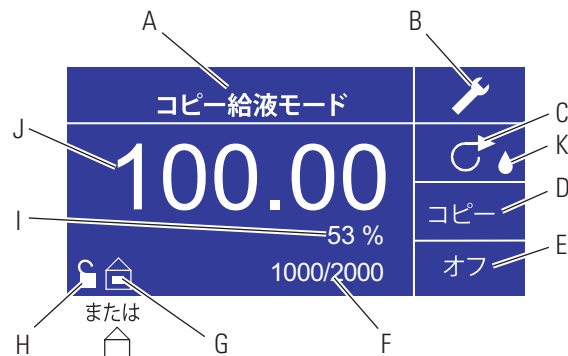

図 3-6. コピー給液モードスクリーン
7. **バッチサイズ設定**：方向パッドと ENTER キーを使って、操作スクリーンからバッチ数アイコンを選んでください (図3-6、位置F参照)。バッチ数スクリーンで、UP/DOWN矢印を使ってバッチサイズを選びます。ENTERを押してバッチサイズを確定します。ゼロ (0) に設定されている場合、駆動部は無限のサイクルで稼働し、∞記号が表示されます。EXITを選んで、コピー給液モードスクリーンに戻ります。
9. **バッチ数リセット**： 方向パッドとENTERキーを使って、BATCH COUNTアイコンを選びます (図3-6、位置F参照)。BATCH COUNTスクリーンでRESETを選び、ENTER キーを押すとバッチ数がリセットされます。EXITを選んで、コピーモード操作スクリーンに戻ります。
7. バッチサイズ設定：方向パッドとENTERキーを使って、操作スクリーンからバッチ数アイコンを選んでください (図3-6、位置F参照)。バッチ数スクリーンで、UP/DOWN矢印を使ってバッチサイズを選びます。ENTERを押してバッチサイズを確定します。ゼロ (0) に設定されていると、駆動部は無限のサイクルで稼働し、∞ 記号が表示されます。EXITを選んで、駆動部操作スクリーンに戻ります。